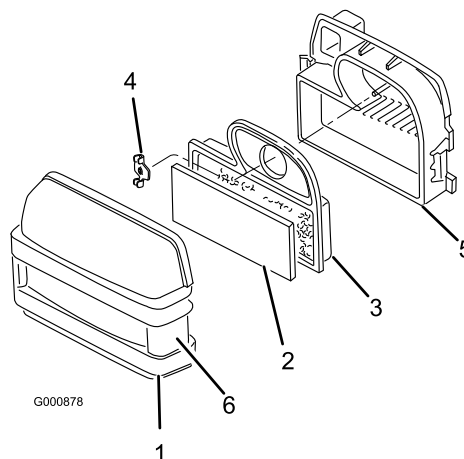

Bild 27
3. Reinigen Sie den Bereich um den Luftfilter herum, um zu verhindern, dass Schmutz in den Motor fällt und Schäden verursacht. Lösen Sie beide Seitenriegel und nehmen die Luftfilterabdeckung ab (Bild 27).
4. Schieben Sie den Schaumeinsatz vorsichtig vom Papiereinsatz herunter (Bild 27).
5. Schrauben Sie die Flügelmutter los und entfernen Sie den Papiereinsatz (Bild 27).
1. Schieben Sie den Schaumeinsatz vorsichtig auf den Papiereinsatz (Bild 27).
2. Schieben Sie die Luftfiltergruppe auf das Luftfilterunterteil und drehen die Flügelmutter auf (Bild 27).
3. Bringen Sie die Luftfilterabdeckung an und schließen Sie die Riegel (Bild 27).